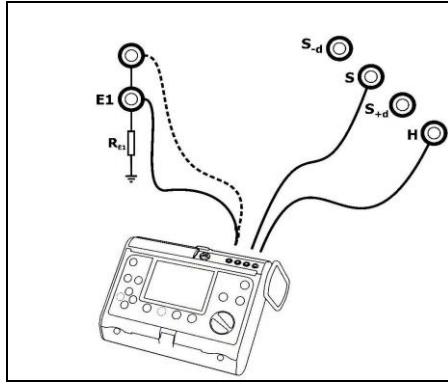

Fig.8. Conexión del medidor.
- conectar el medidor de la resistencia de las tomas de tierra (MRU-XXX) a las tomas según la Fig. 8,